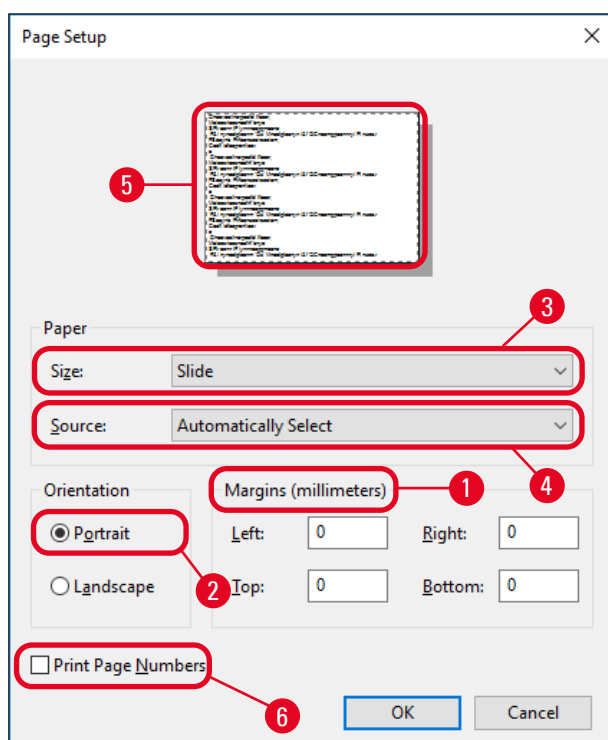

Fig. 42
3. Come prima cosa è necessario selezionare le impostazioni della pagina: Fare clic su **File** > **Page Setup** (Impostazione della pagina) per aprire la finestra di dialogo **Page Setup** (→ "Fig. 42").